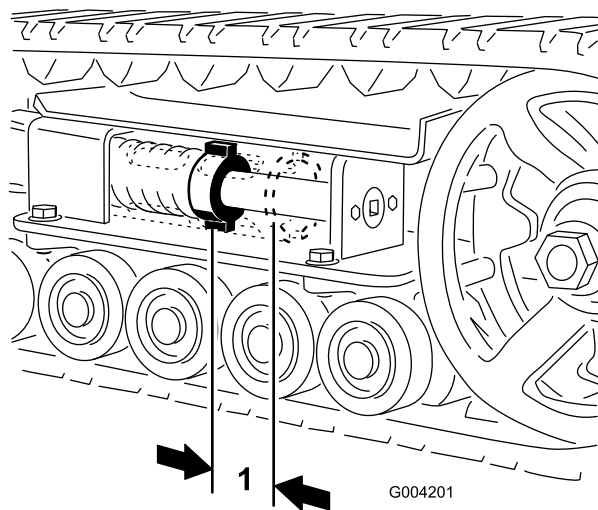

Figure 44
L'écrou de tension et l'arrière du tube de tension doivent être distants de 7 cm (Figure 44). Si ce n'est pas le cas, réglez la tension des chenilles comme suit :
5. À l'aide d'un rochet de 1/2 pouce, tournez la vis de tension dans le sens antihoraire jusqu'à jusqu'à obtention d'un espacement de 7 cm entre l'écrou de tension et l'arrière du tube de tension (Figure 44).
12. Tournez la vis de tension dans le sens antihoraire jusqu'à obtention d'un écartement de 7 cm entre l'écrou de tension et l'arrière du tube de tension (Figure 44).
18. Tournez la vis de tension dans le sens antihoraire jusqu'à obtention d'un écartement de 7 cm entre l'écrou de tension et l'arrière du tube de tension (Figure 44).